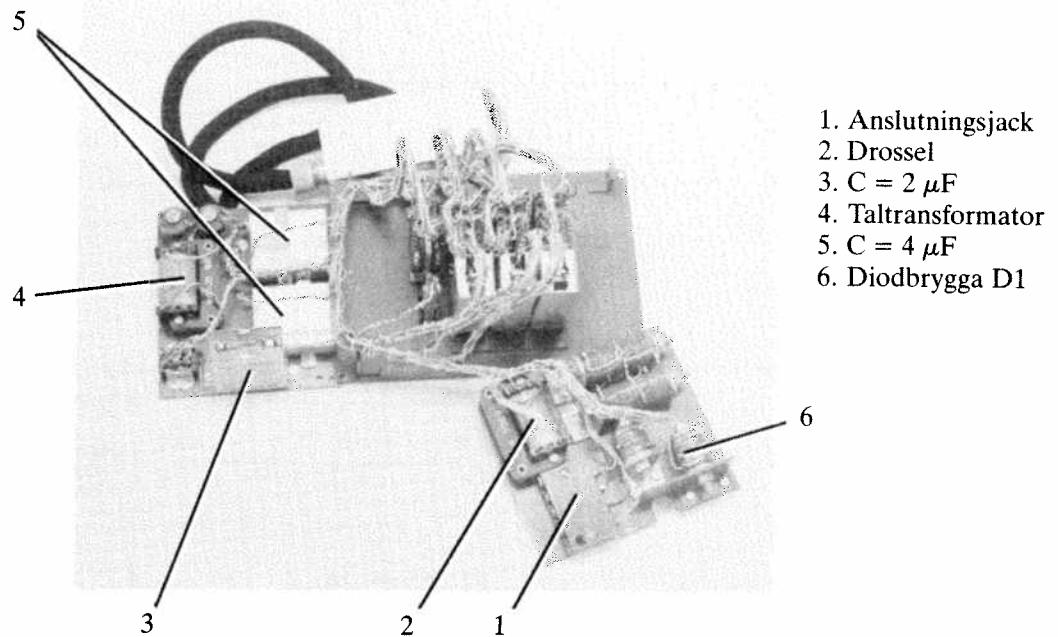

Bild 51. Komponentplacering
- Bild 51 visar komponentplaceringen.